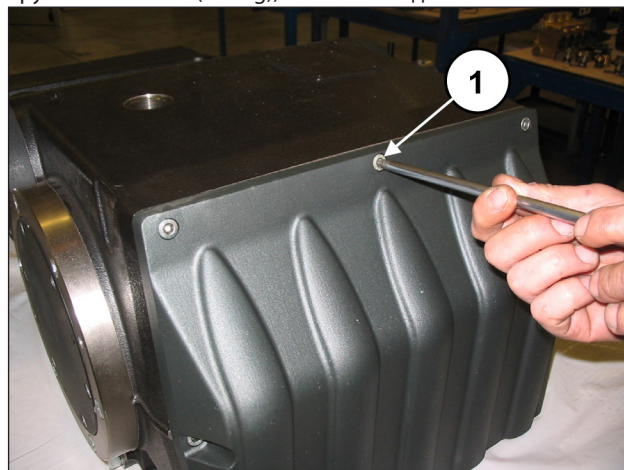

Рис. 10
Открутите винты крепления крышки картера (поз. ①, Рис. 10) и снимите ее. Снимите уплотнительное кольцо круглого сечения (O-ring), если необходимо - замените.